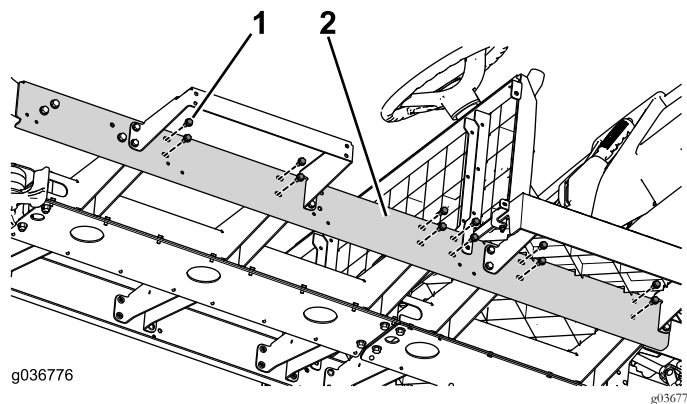

Figure 80
- Montez les fixations restantes du profilé (Figure 80).